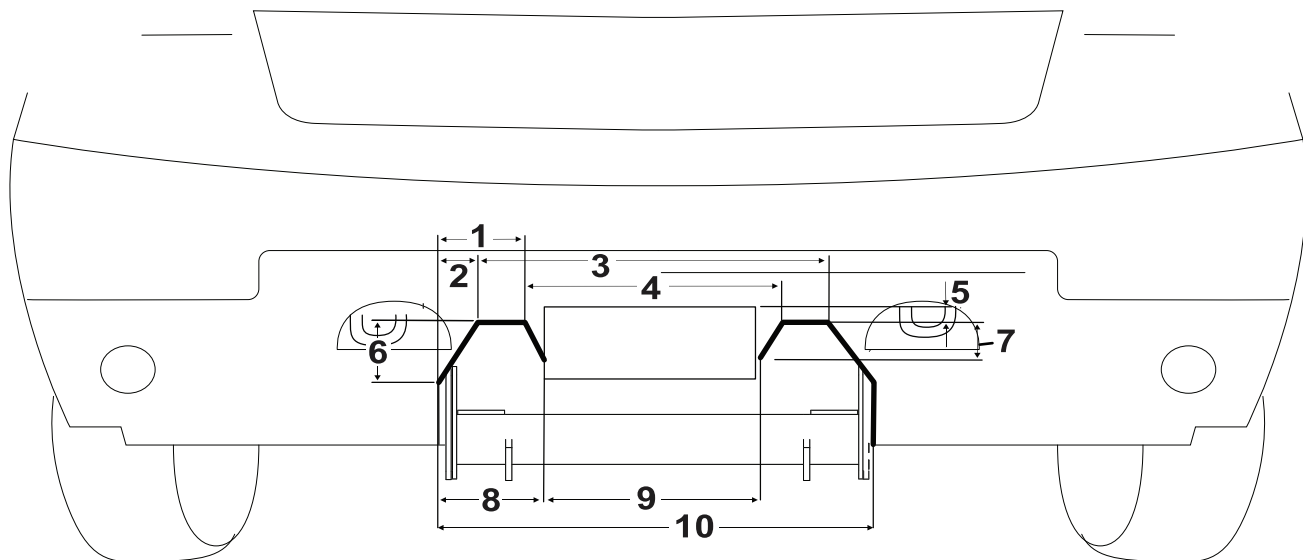

Bild 1
- A. Die Stoßstange mit Hilfe der Schablone ausschneiden (**Bild 1**).